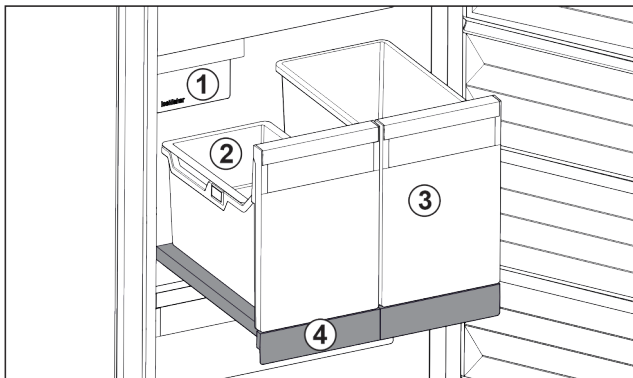

Fig. 79 Ripiano estraibile con IceTower
- (1) IceMaker
- (2) Vaschetta da agganciare per cubetti di ghiaccio
- (3) Contenitori ad es. per pizza, bevande alcoliche
- (4) Ripiano estraibile
Sul ripiano estraibile ci sono due contenitori alti (IceTower). I cubetti di ghiaccio dall'IceMaker vengono raccolti e conservati nel contenitore Fig. 79 (2). Il contenitore Fig. 79 (3) è adatto per conservare alimenti alti come pizze o bevande alcoliche.